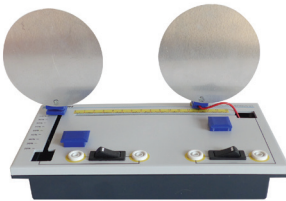

Fig. 1
- (8) : Douille A reliée à l'armature (A)
- (9) : Douille B reliée à l'armature (B)
- (10) : Interrupteur entre (9) et (11)
- (11) : Douille D_B
- (12) : Diélectrique en Plexiglas
- (13) : Diélectrique en bois
- (14) : Guide-armature (B) avec téton pour (5)
- (15) : Règle graduée en mm pour repérage de l'armature (B)
- (16) : Cache C_B du boîtier
- (17) : Armature (B)
- On dispose initialement (voir **Fig. 1**) :